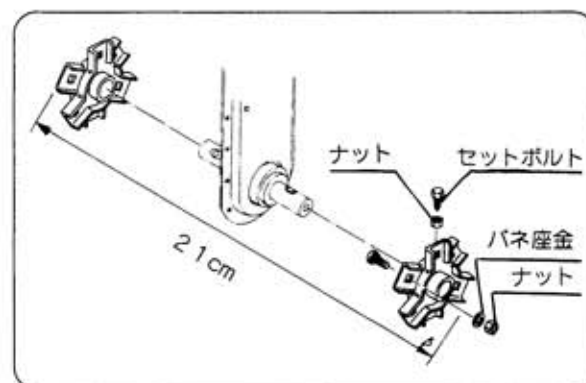

図12
- ② 刃受けを取り付けます。
- ボルトの位置を左右合わせます。（図12）